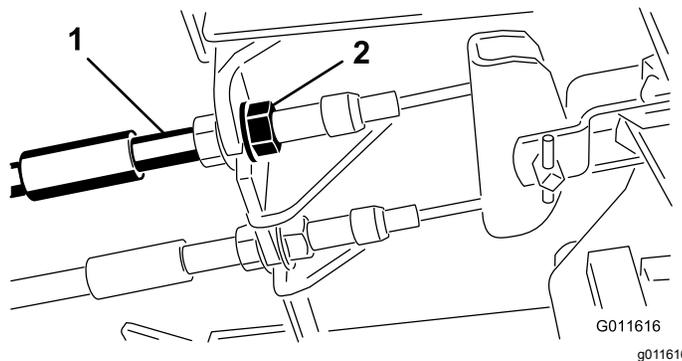

Figure 85
- Pour réduire la garde aux pédales de frein, serrez les freins en desserrant l'écrou avant sur l'extrémité filetée du câble de frein (Figure 85).